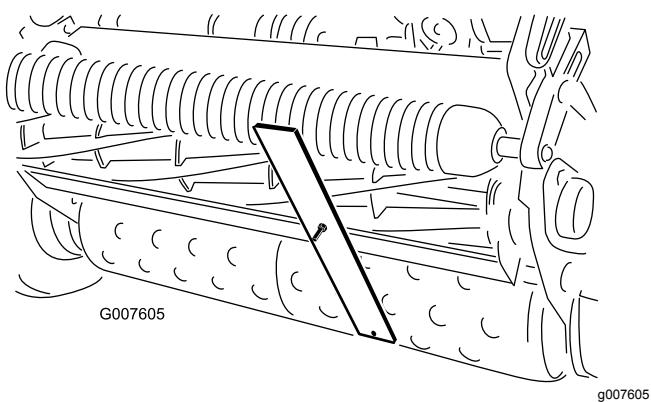

Figura 56
- Prenda a cabeça do parafuso à extremidade cortante da lâmina de corte e apoie a extremidade traseira da barra no rolo traseiro (Figura 56).